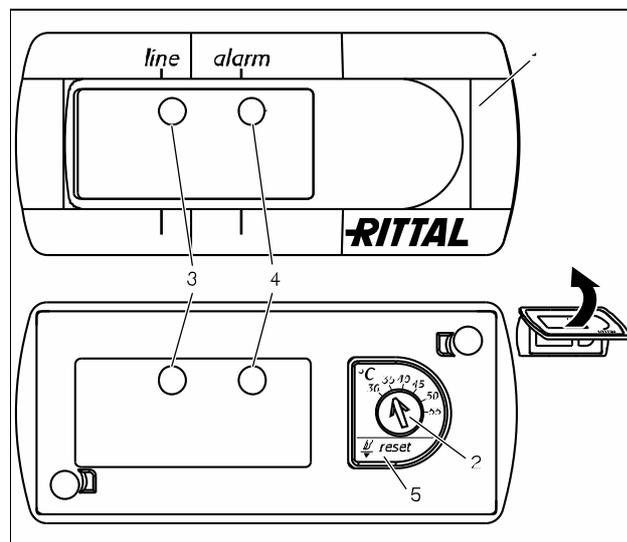

Fig. 32 : Régulateur basic
- Régler la température de consigne sur la valeur souhaitée à l'aide du bouton de réglage (fig. 32, page 21).
- Appuyez sur la touche Reset (fig. 32, n° 5) pendant au moins 3 secondes.